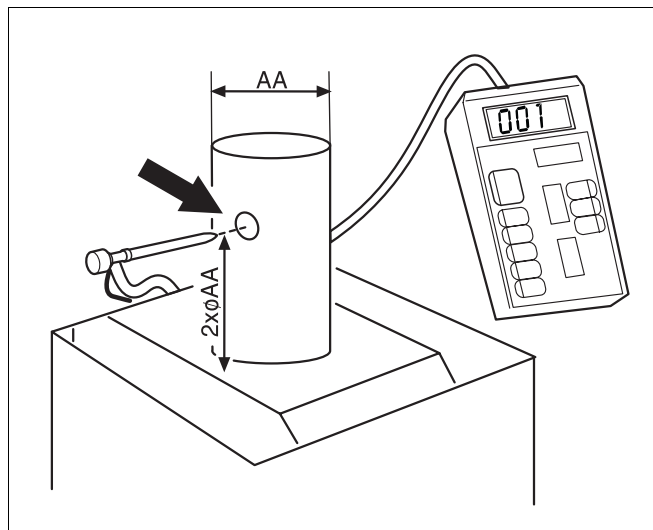

Fig. 8 Mesurer le tirage de la cheminée
- Mesurer le tirage de la cheminée au point de mesure dans le tube d'évacuation des gaz de fumées en utilisant un manomètre tube incliné ou dispositif de mesure numérique. La valeur mesurée doit être entre 1,5 et 5 Pa (fig. 8).